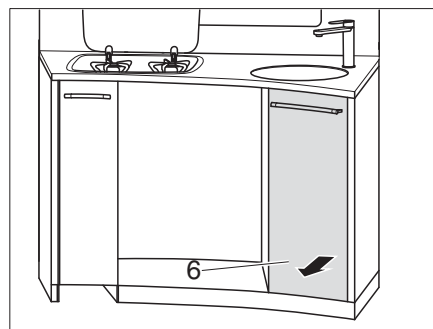

Fig. 118 Retirer le tiroir de cuisine haut
- Retirer le tiroir de cuisine haut (Fig. 118,6).